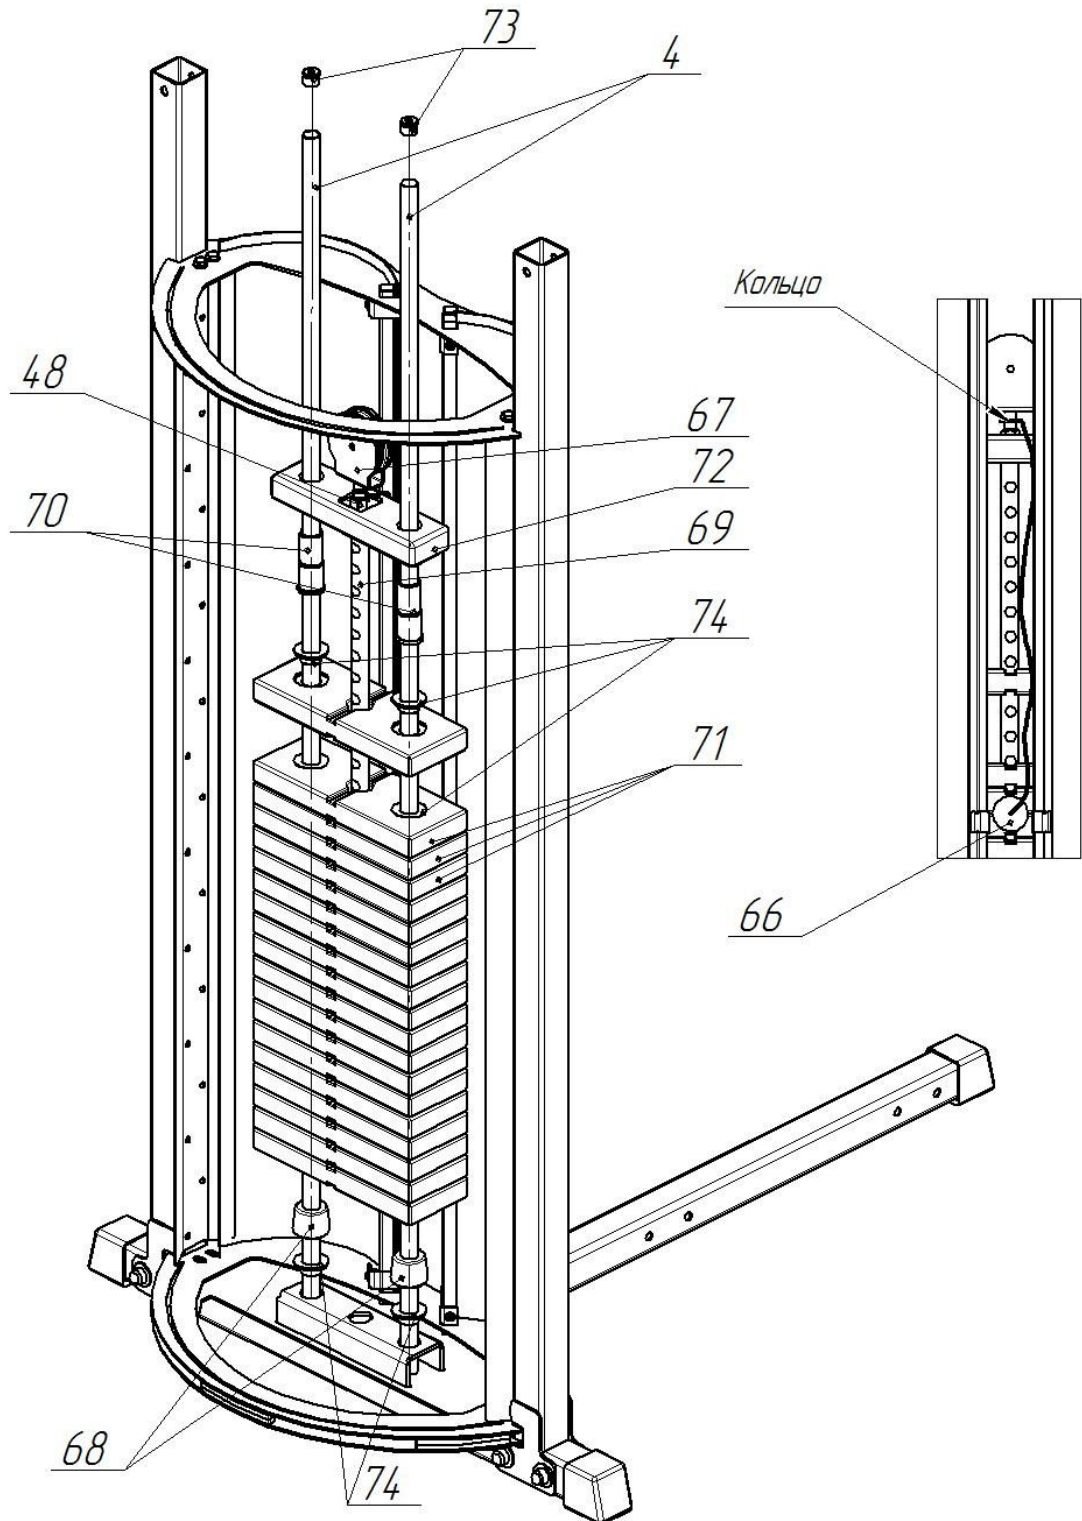
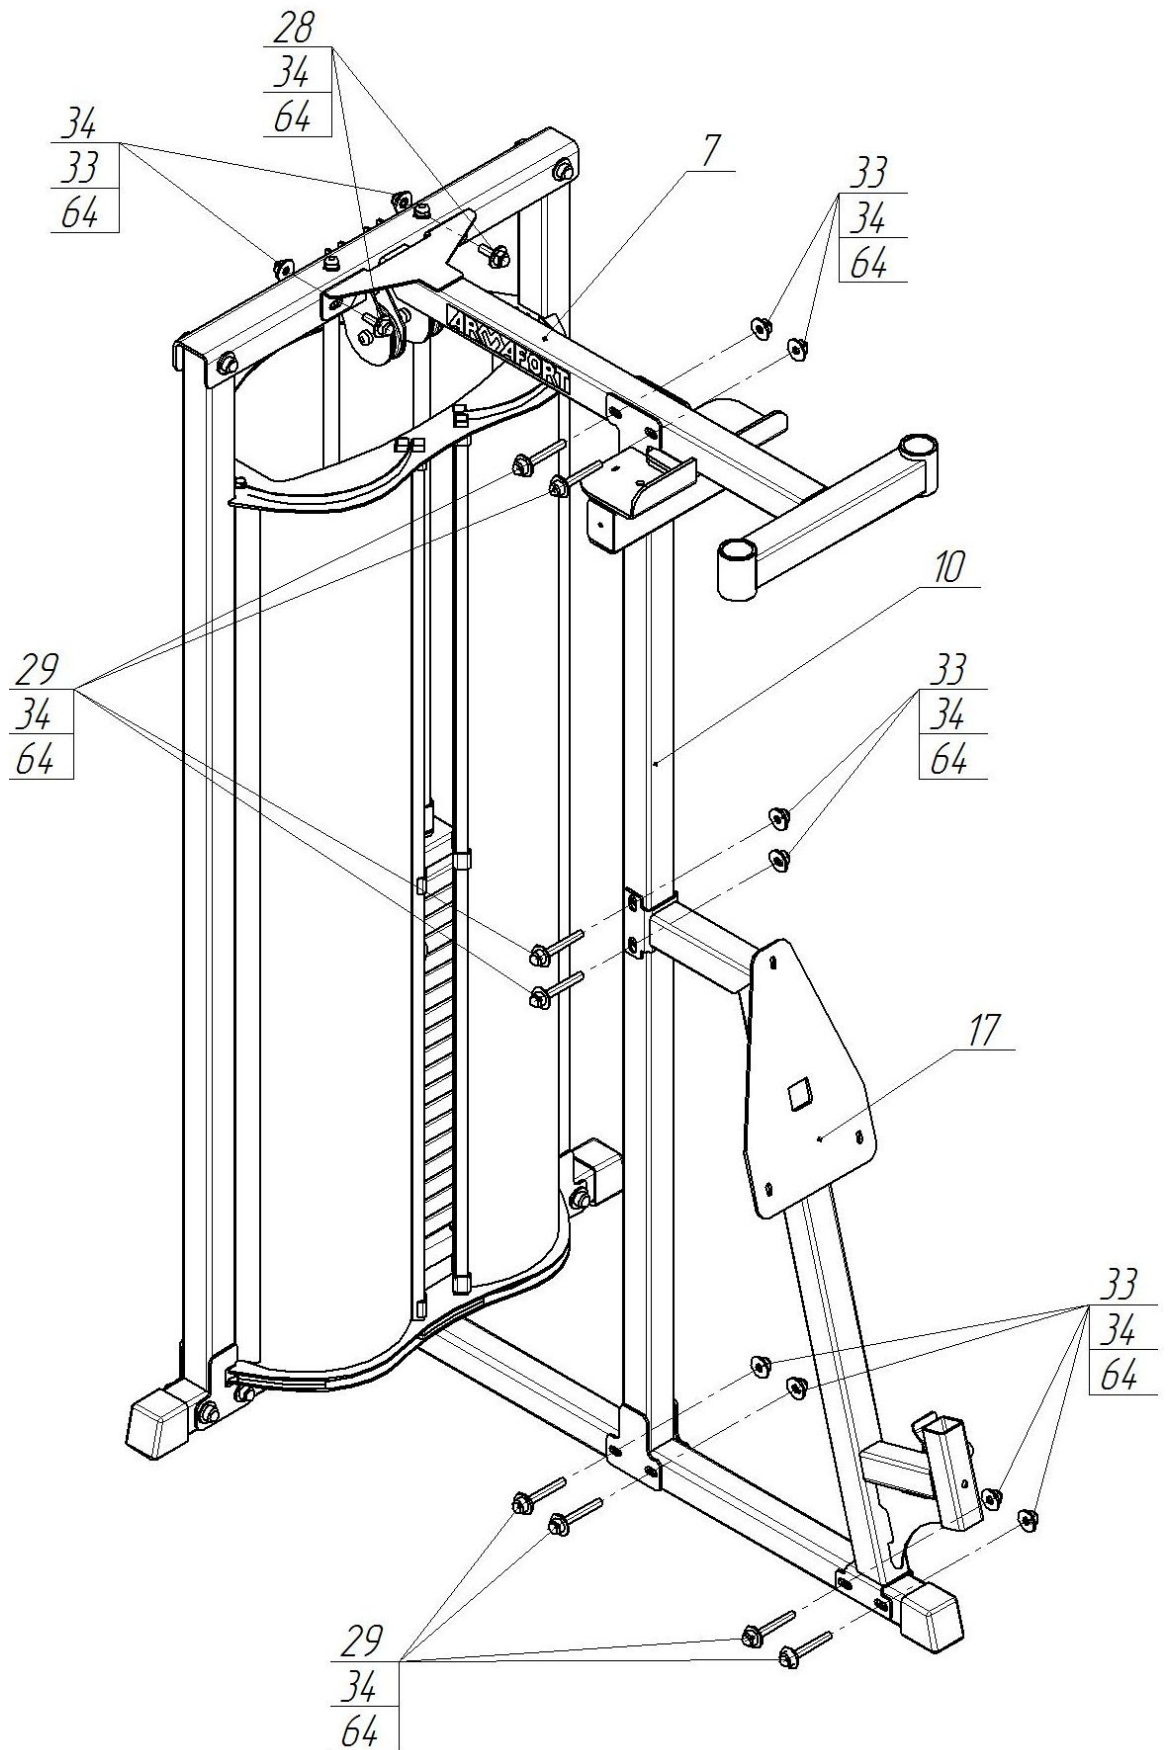

Рис.6. Схема сборки этапа №2
Рис.9. Схема сборки этапа №3
1. Установить в отверстия нижней части рамы (5) 2 втулки плитки (74) как показано на рис.6. Вставить в эти втулки трубу 25x1 системы "Джокер" (4). Надеть на эти трубы отбойники (68)
- узкой частью вверх. Установить втулки плитки (74) в плитки (71) и установить их через отверстия на трубы (4) как показано на рис.6.
- Вставить втулки верхней плитки (70) в верхнюю плитку (72) как показано на рис.6 узкой частью вверх. Установить верхнюю плитку (72) на трубы(4). Приподнять верхнюю плитку (72) над плитками и вставить в среднее отверстие набора плиток флейту (69). Придерживая её ,вкрутить в резьбу на флейте через отверстие в плитке верхней кронштейн со шпилькой (67), предварительно надев кольцо фиксатора штырьвого (66) и накрутив на шпильку гайку М16 (48), на 3 полных оборота. Отверстия на флейте должны совпадать с отверстиями на наборе плиток. Затянуть контргайку М16 (48) используя инструмент Н. Опустить верхнюю плитку.
- Вставить заглушки с резьбой М10 (73) в трубы (4) как показано на рис.6. При необходимости используйте молоток(М), забивать следует через деревянный брусок.
1. Установите стойку (10) как показано на рис.9. Вставьте в совмещенные отверстия болты М12(29) с шайбой (34) в нижней части стойки. Наживите гайки М12(33) с шайбой (34). Установите стойку со спинкой (17), как показано на рис.9. Вставьте в совмещенные отверстия болты М12(29) с шайбой (34) в нижней и верхней части стойки. Наживите гайки М12(33) с шайбой (34). Установите кронштейн (7) как показано на рис.9. Вставьте в совмещенные со стойкой (10) отверстия болты М12(29) с шайбой (34). Наживите гайки М12(33) с шайбой (34). Совместите отверстия в задней части кронштейна (7) с отверстиями балки (6). Вставьте в совмещенные отверстия болты М12х40(28) с шайбой (34). Наживите гайки М12(33) с шайбой (34) внутри балки (6). Проверьте горизонтальность кронштейна (7) и вертикальность стойки (10). Затяните все болты М12 (29) и (28) указанные на рис.9. Установите колпачки (64). Вставьте в ролик (55) с двух сторон втулки ролика(56). Затем установить ролик с тросом (20) в кронштейн со шпилькой (67), установленный на этапе 2 рис.6 . Вставить в отверстие болт М10 (36). С обратной стороны накрутить гайку М10 (37) с шайбой (38). Затянуть. Использовать инструмент В. Наденьте колпачки болта М10 (63) с каждой стороны. Пропустить трос (20) через два ролика (55) установленных на этапе 2 в верхней части.
10. Установите буфер петли (50) как указано на рис.9, вкручивая в отверстие на ручке рычага (16).